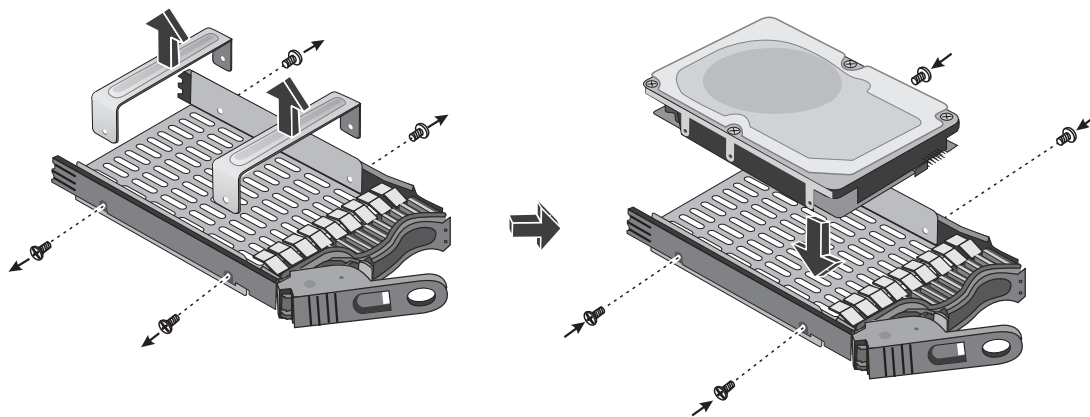

Abbildung 2-9: Einsetzen der Hot-Swap-Festplatte in den Träger
4. Setzen Sie Festplatte und Träger zusammen. Dieser Träger besteht aus einer Schiene, einer PCA-Abdeckung und zwei Bügeln. Diese beiden Bügel sollten vor dem Einsetzen der Festplatte entfernt werden (siehe Abbildung 2-9).